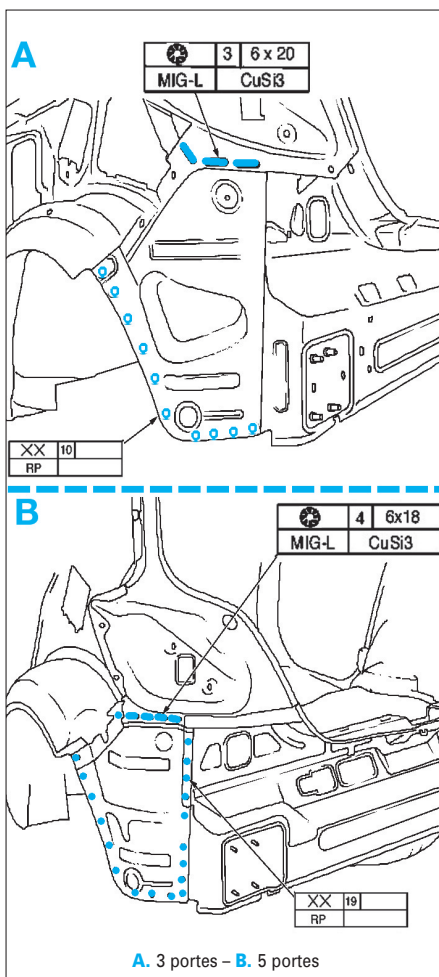

FIG. 132
- Souder le prolongement inférieur du panneau latéral (fig. 132).